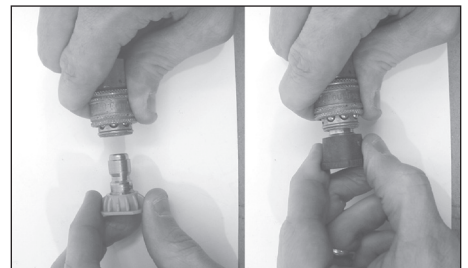

Figura 15 - Boquilla de conexión rápida
7. Instale la boquilla de conexión rápida (Ver Figura 15).